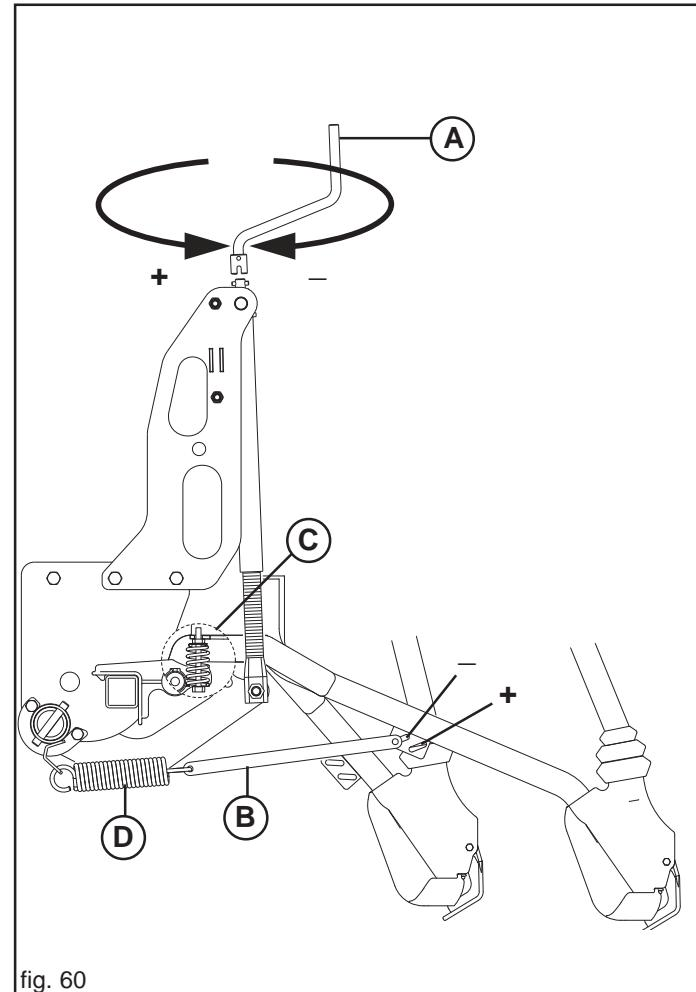

fig. 60
Die Aussaattiefe wird mit einer Kurbel gleichzeitig für alle Scharren eingestellt. Beim Drehen dieser Kurbel (A, Abb. 60) im Uhrzeigerrichtung üben die Scharren mittels der Zugfedern einen größeren Druck auf den Boden aus und das Saatgut fällt automatisch tiefer in den Boden.
Nur mit Stiefelscharenreißern ist als Zubehör eine Feder (C, Abb. 60) verfügbar, die das Gewicht des einzelnen komplett entlasteten Federelements (D) annulliert. Dadurch wird eine oberflächliche Saatgutsstreuung ermöglicht.